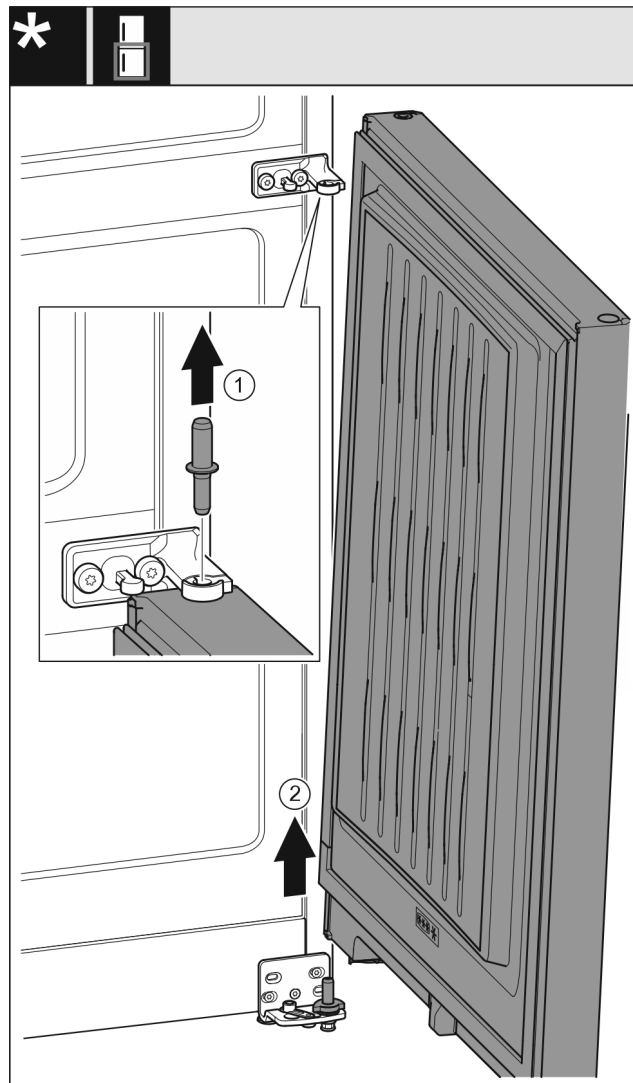

Fig. 26 Ohne Schließdämpfer*
- ▶ Bolzen Fig. 26 (1) nach oben herausziehen.*
- ▶ Tür Fig. 26 (2) herausschwenken, nach oben ziehen und beiseitestellen.*